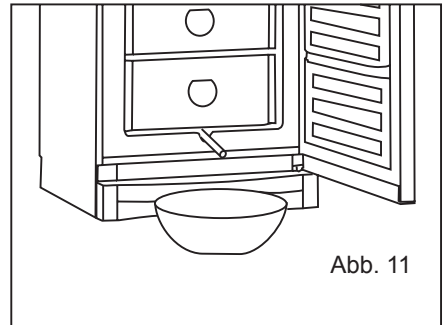

Abb. 11
3. Tauwasserabflussverlängerung unten aus dem Schrank ziehen, und ein Gefäß unterstellen (Abb. 11). Ist die Tauwasserabflussverlängerung festgefroren, legen Sie ein mit heißem Wasser getränktes Tuch einige Minuten darauf.